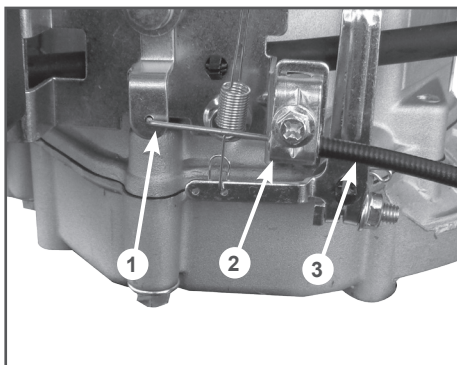

Рис. 6 Крепление троса газа
2. Вставьте Z-образный конец троса 1 в отверстие на рычаге управления оборотами двигателя, а оболочку троса 3 газа закрепите скобой крепления 2 (Рис. 6).
3. Отрегулируйте трос газа изменением положения точки крепления оболочки 2 троса газа относительно скобы крепления (Рис. 6).